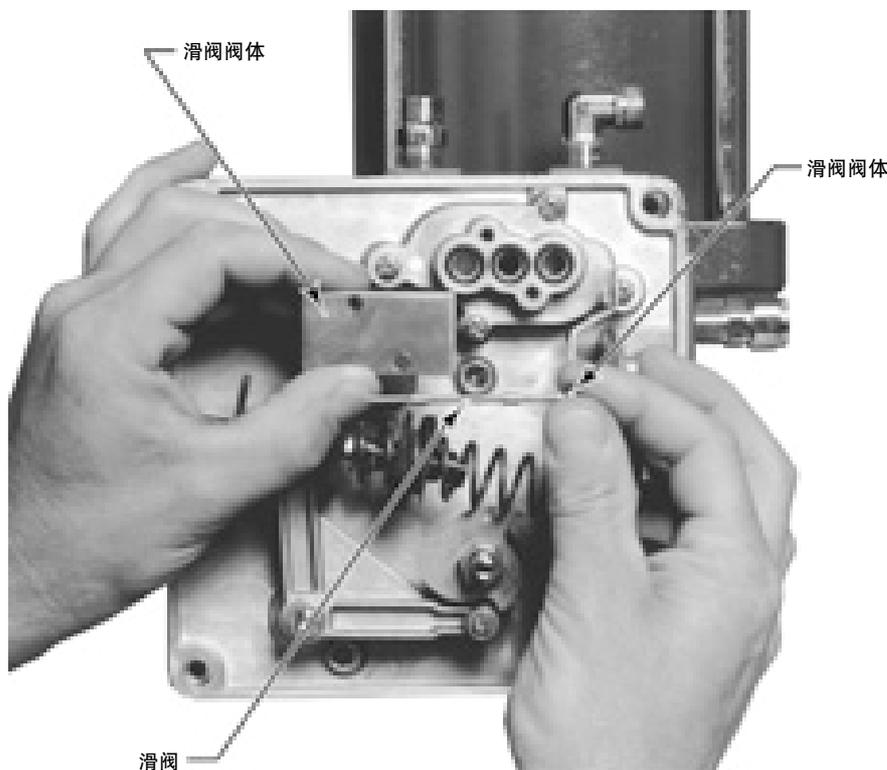

图21. 滑阀阀体和滑阀元件
见图21，对滑阀阀体和滑阀元件要小心拿放，因为阀体和滑阀器的制造和装配都有严格的公差要求。
**如图 21 所示, 对滑阀阀体和滑阀元件要小心拿放, 因为阀体和滑阀器的制造和装配都有严格的公差要求。**